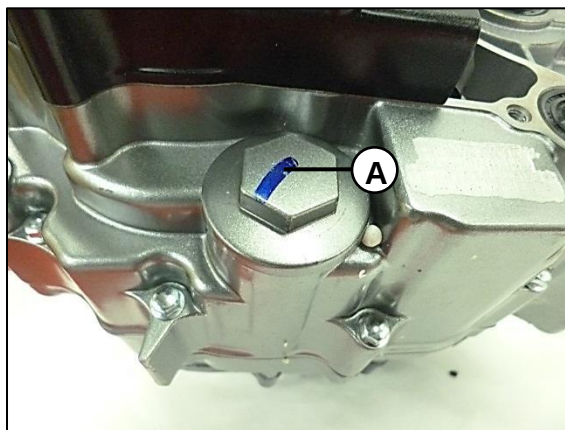

Fig. 02
Retire el tapón (A) de drenaje ubicado en la parte inferior izquierda de la carcasa central. Después de drenar el aceite, limpie el tapón de drenaje, reinstálelo. Remplace el o-ring si este se encuentra dañado. Fig. 02